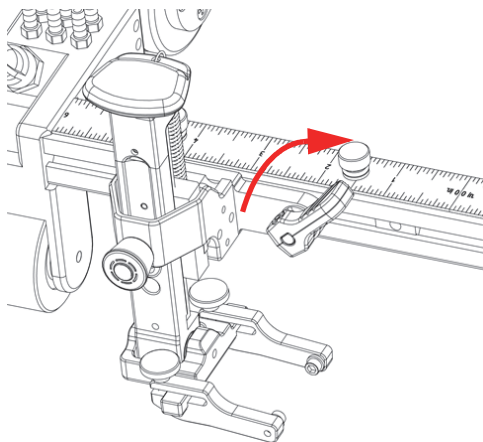

图 2-16 定位杆处于锁定位置
3. 顺时针旋转定位杆，将探头托架锁定到位（参见第46页的图 2-16）。